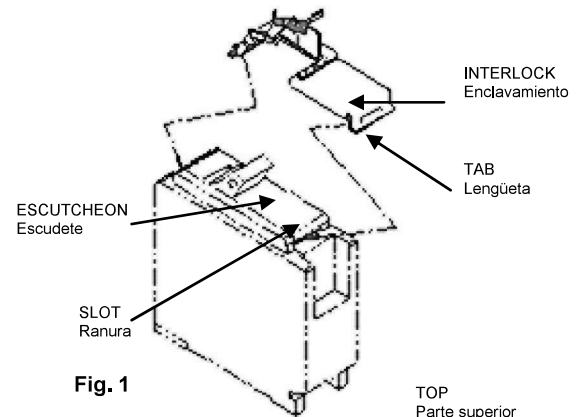

Fig. 1
- Step 3: Snap line end tab into line end slot (Fig. 1)
- Paso 3 : Encaje la lengüeta del extremo de línea en la ranura del extremo de línea (Fig. 1).